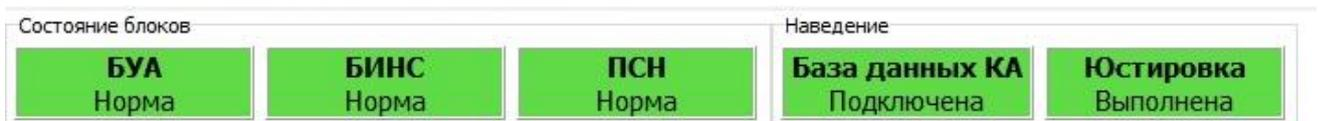

Рисунок 6.1.2 Вид панели состояния комплекса.
2) **Панель состояния комплекса** (рисунок 6.1.2).